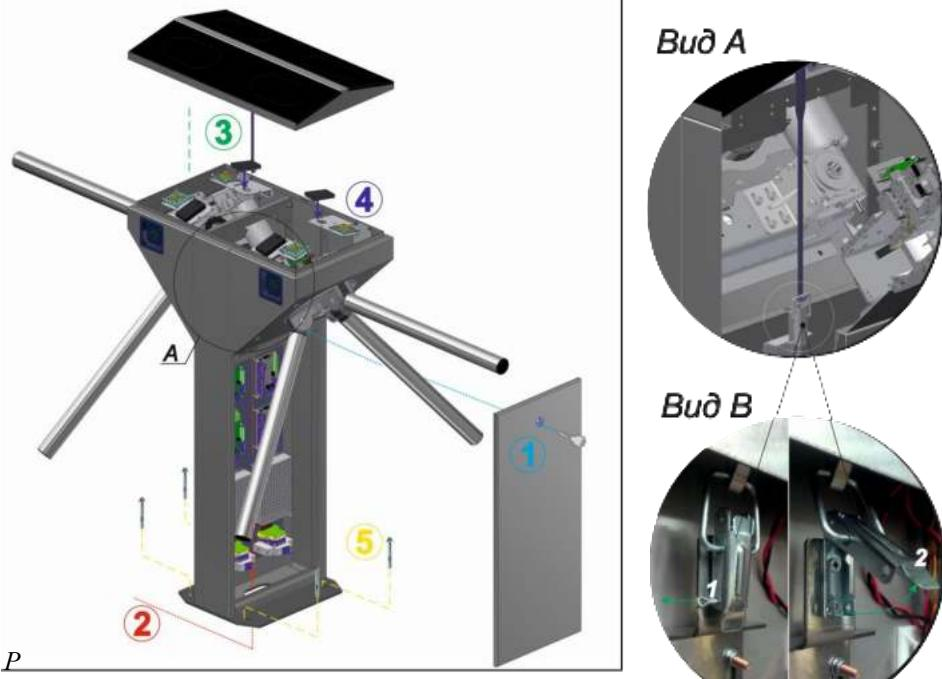

Рис. 14 – Загальний вид складання турнікету-триподу «CENTURION TWIN -M» і «BASTION TWIN-M»
8) Для доступу до кріпильних та технологічних отворів основи та клемних колодок турнікету-триподу «CENTURION TWIN-M» і «BASTION TWIN-M» необхідно зняти дверки стійки, повернувши ключ замка за допомогою ключа (Рис.14).
Для того щоб зняти кришку стійки, необхідно зняти шплінт (1) і відкрити клямку (2), піднявши її вгору (Рис.14, Вид A і В).